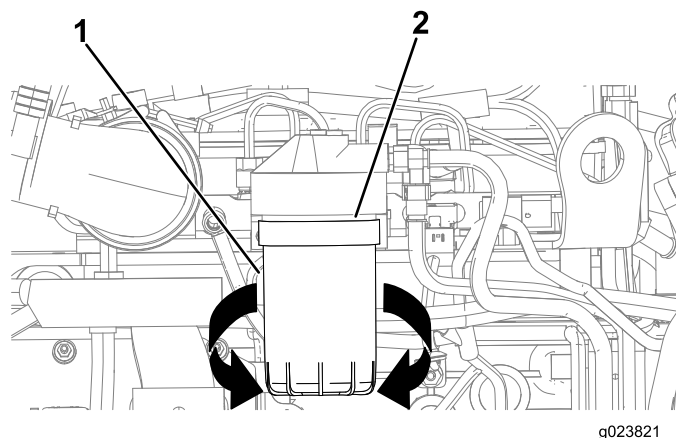

Bild 96
3. Stellen Sie eine Auffangwanne oder legen Sie mehrere Lappen unter den sekundären Kraftstofffilter und den Kraftstofffilter-Adapter (Bild 96).
4. Drehen Sie den Kraftstofffilter nach links und nehmen Sie ihn ab (Bild 96).
7. Fluchten Sie den Kraftstofffilter mit dem Kraftstofffilter-Adapter aus und drehen Sie ihn nach rechts, bis die Dichtung des Kraftstofffilters den Kraftstofffilter-Adapter berührt (Bild 96).
8. Ziehen Sie den Kraftstofffilter mit der Hand um eine weitere halbe Umdrehung an (Bild 96).